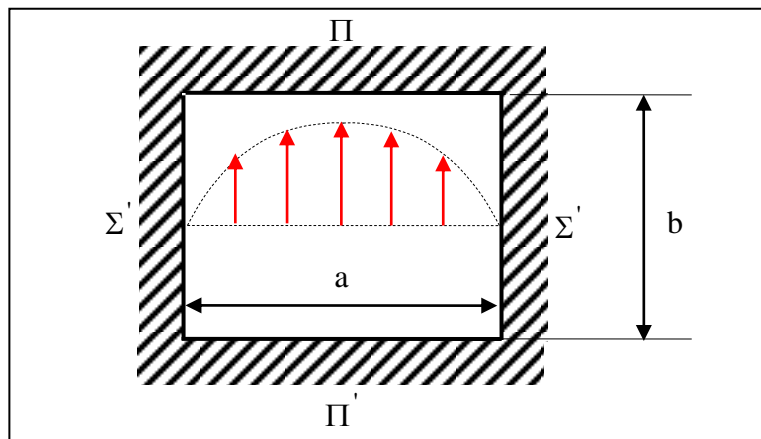

Figure 10 : Section droite d'un guide d'ondes rectangulaire de dimension $a \times b$ et instantané du champ électrique du mode TE_{01}
- A l'interface air/conducteur métallique, c'est la **composante tangentielle** du champ électrique qui doit être nulle. En dehors de cette interface, il peut prendre des valeurs différentes de zéro à condition qu'il soit perpendiculaire aux parois. C'est pour cette raison que l'on peut mettre deux parois Π et Π' perpendiculaires aux parois Σ et Σ' comme le montre la figure 10. L'ensemble constitue alors un guide d'ondes.